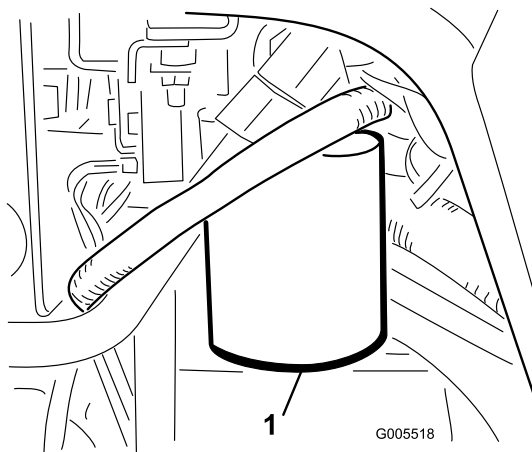

Figura 60
1. Limpie la zona de montaje del filtro (Figura 60). Coloque un recipiente debajo del filtro y retire el filtro.